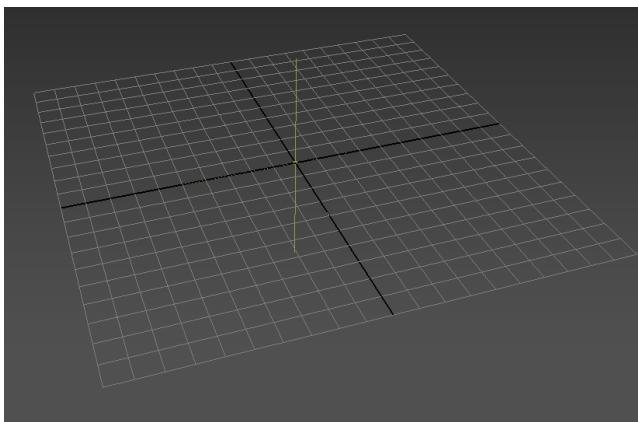

Рис. 4.11 - Сетка
**Сетка** - Опция «Сетка» добавляет/убирает в окно просмотра координатную сетку (Рис. 4.11).